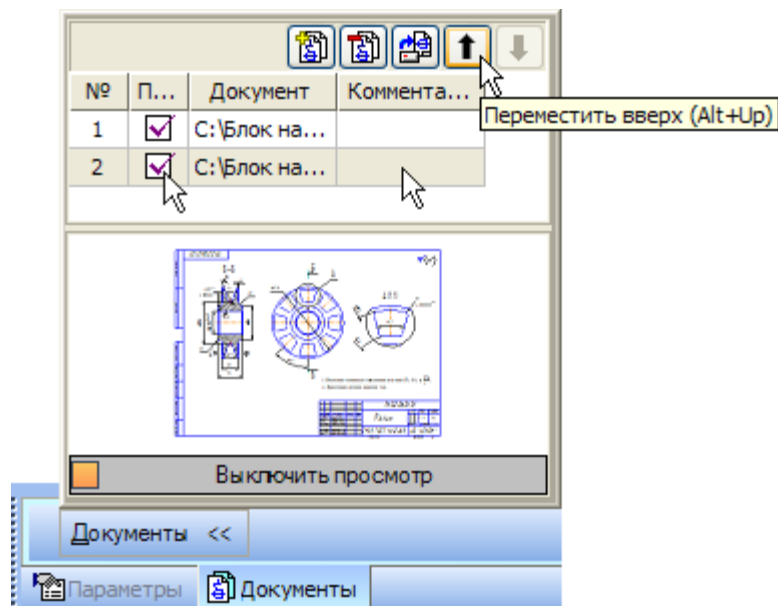

Рисунок 14.
- Включите флажок Передавать изменения в документ. Установка этого режима позволит автоматически передавать в штамп рабочего чертежа наименование и обозначение документа, если они будут изменены в спецификации (рис.14).